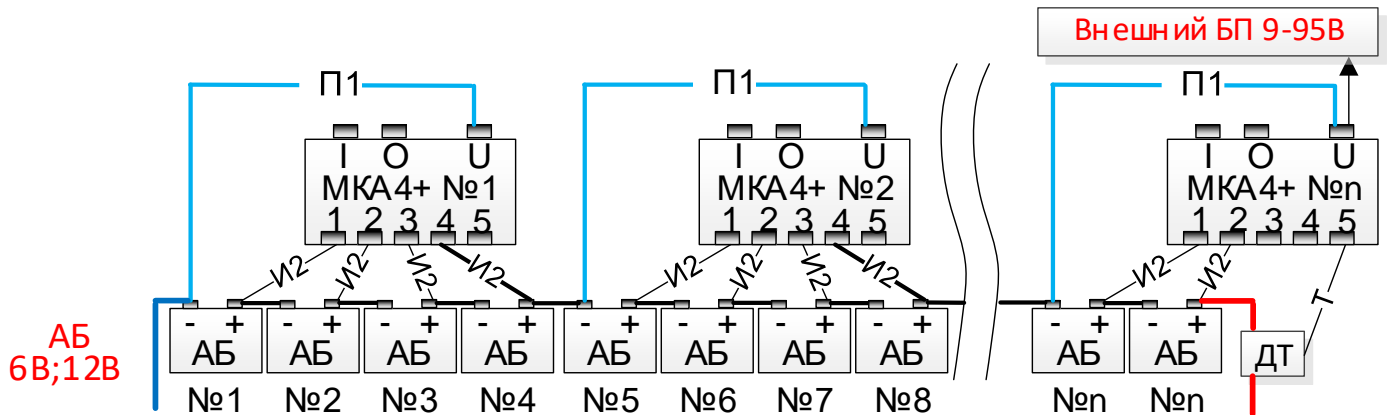
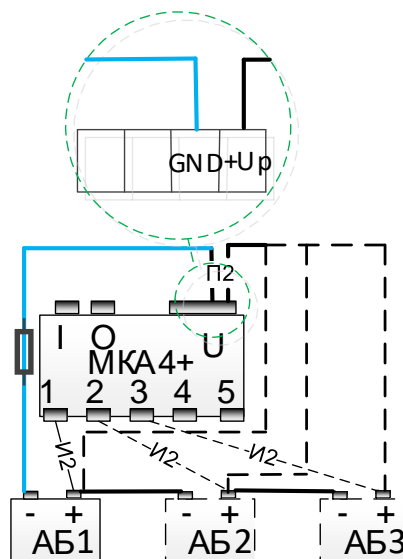

Рис.8. Пример подключения АБ 6В или 12В по 4 шт. на 1 МКА4+.
Рис.9. Схема подключения МКА4+ с кабелем П2 с 1,2 или 3-мя АБ 12В либо с 2- или 3-мя АБ 6В.
Если МКА4+ мониторит менее 4-х аккумуляторов, запитывать его нужно одним из двух способов: а) от внешнего источника питания (рис. 8, МКА4+ №n), б) через кабель П2, позволяющий подать питание от «+» аккумулятора (с большим порядковым номером относительно минуса всей цепи АБ) на разъем U (клемма +U_p). См.рис.9.
6. В случае применения в системе мониторинга датчика тока ДТ1 установить джамперы J14, J17. Отключить имитатор от кабелей И2. Подключить имитатор к разъему кабеля Т согласно рис. 9. (1.х означает, что этот проводник можно подключить к любой точке 1.1...1.5 имитатора). Отключить кабель И2 от разъема Х5 МКА4+. Подключить кабель Т с имитатором на конце к разъему Х5 МКА4+. Убедиться в верном выполнении пп.4.4. раздела 4. При необходимости выявить причину неполадки и по возможности устранить.